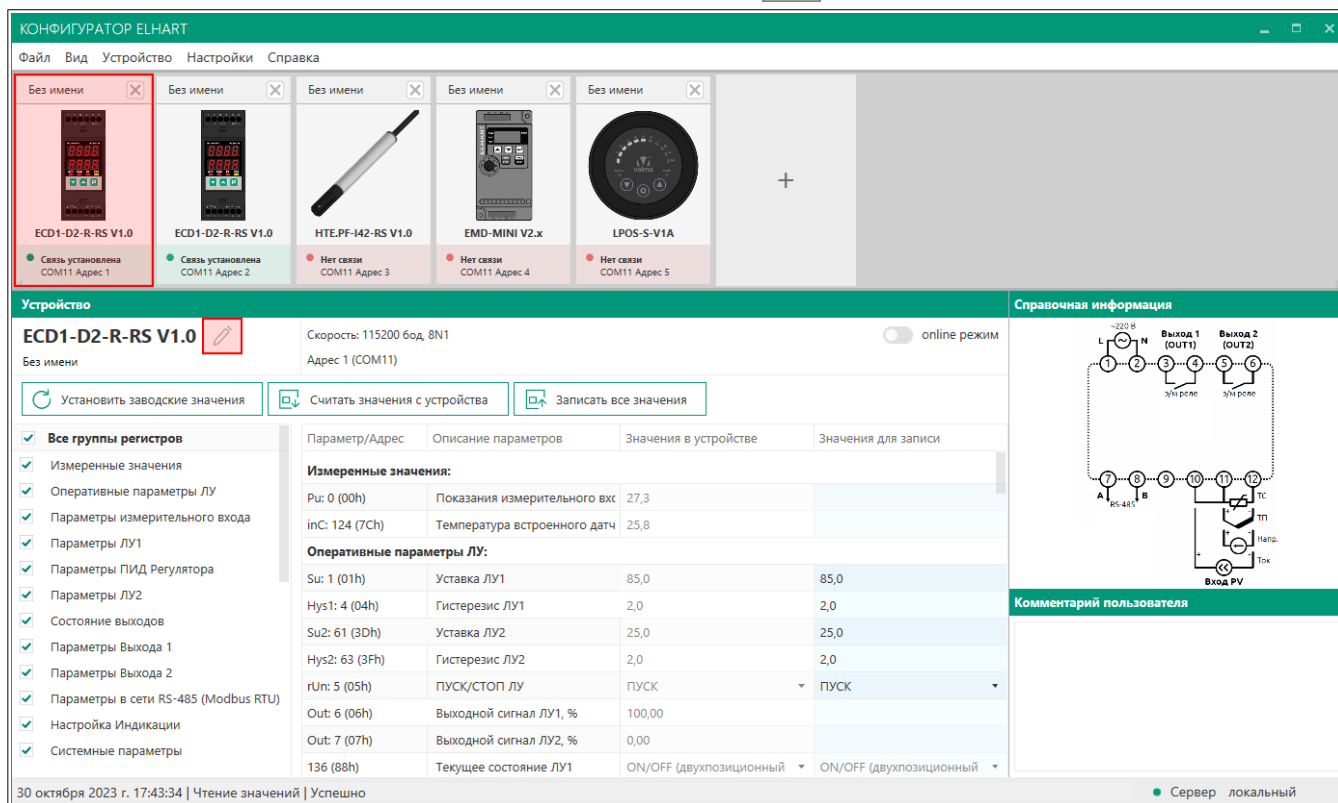

Рисунок 31
2. Нажать на кнопку *Свойства устройства*  (Рисунок 31).